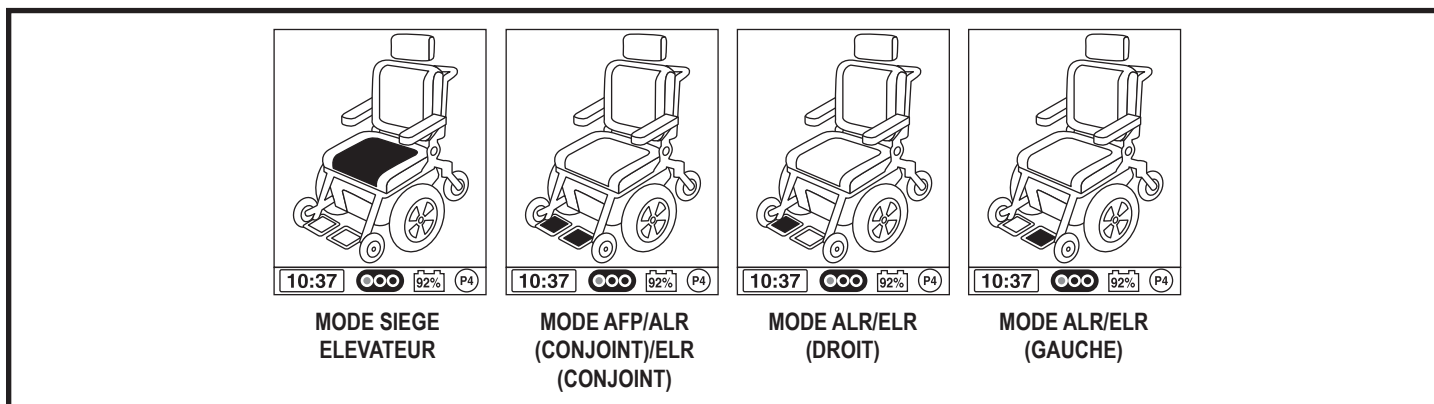

Figure 12. Mode actionneur (Q-Logic)
3. Poussez la manette vers la gauche ou vers la droite pour faire défiler les différents actionneurs vers celui désiré. **Voir la figure 12.**